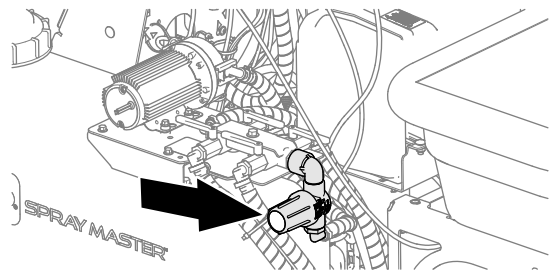

**Figura 50**
1. Gire las válvulas de retorno y aspiración de los depósitos izquierdo y derecho a la posición de cerrado (Figura 50).